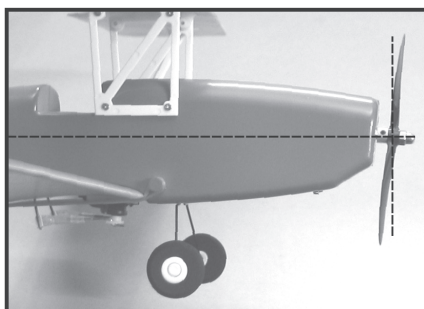

Figure 19
A l'arrière du fuselage, insérez le fil métallique du train (1) dans le logement prévu à cet effet (2) qui se trouve juste devant le compartiment à batteries (voir aussi Figure 19).
Si vous alignez le modèle réduit à l'horizontale et le regardez ensuite de côté, vous constaterez vite que l'hélice n'est pas tout à fait à la verticale par rapport à l'axe longitudinal du fuselage (voir Figure 19, ligne à tirets), mais légèrement « de travers » vers le bas.